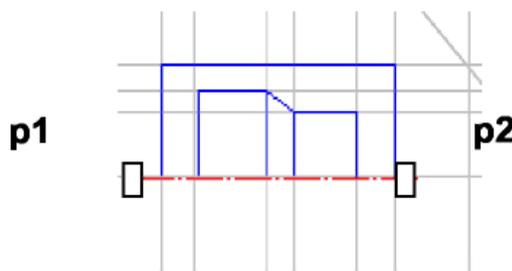

Рисунок 1.22. - Построение симметричного изображения
5) указать последовательно первую точку  $p1$ , а затем вторую  $p2$  принадлежащих оси симметрии (рис. 1.22). Для завершения построения нажмите кнопку  в Панели свойств